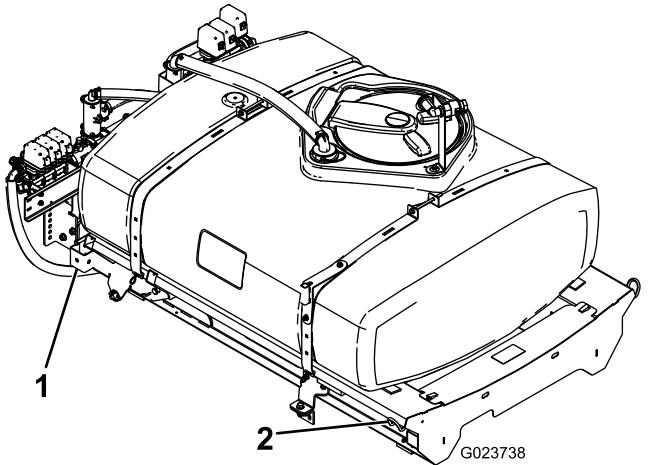

Bild 8
1. Heben Sie das Behältergestell (**Bild 8**) mit einer Hebevorrichtung an und positionieren Sie es über den Fahrzeugrahmen. Die Pumpe und das Ventil sollten nach hinten zeigen.